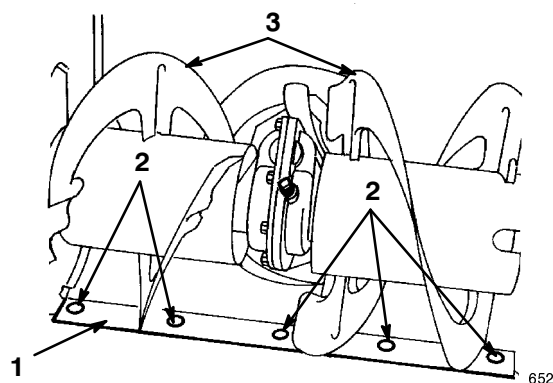

Figure 32
5. Placez un support sous **les lames de la tarière** pour qu'elles se trouvent à 3 mm du sol (Fig. 32).
7. Pour corriger la position de la lame racleuse, desserrez les 5 vis de montage (Fig. 32), mettez la lame de niveau à la hauteur voulue et resserrez les vis.